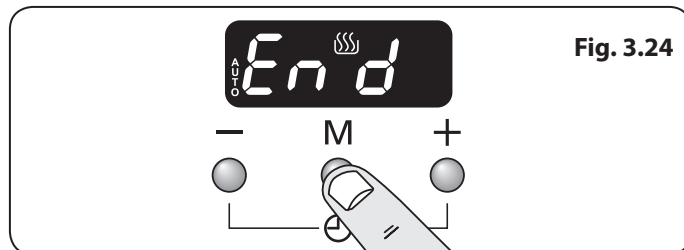
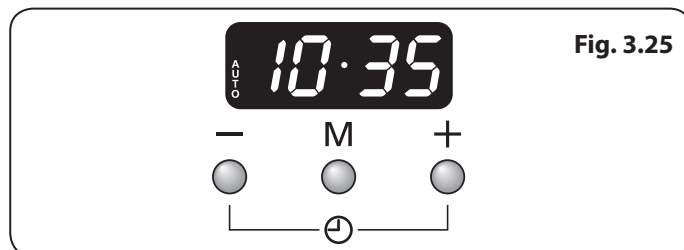

Fig. 3.24
Fig. 3.25
- Appuyer sur le bouton mode [M] jusqu'à ce que l'écran clignote (Fin) (Fig. 3.24). Puis sélectionner l'« heure d'arrêt » à l'aide des boutons [+] ou [-]. L'heure s'affichera avec le mot « AUTO » (Fig. 3.25).